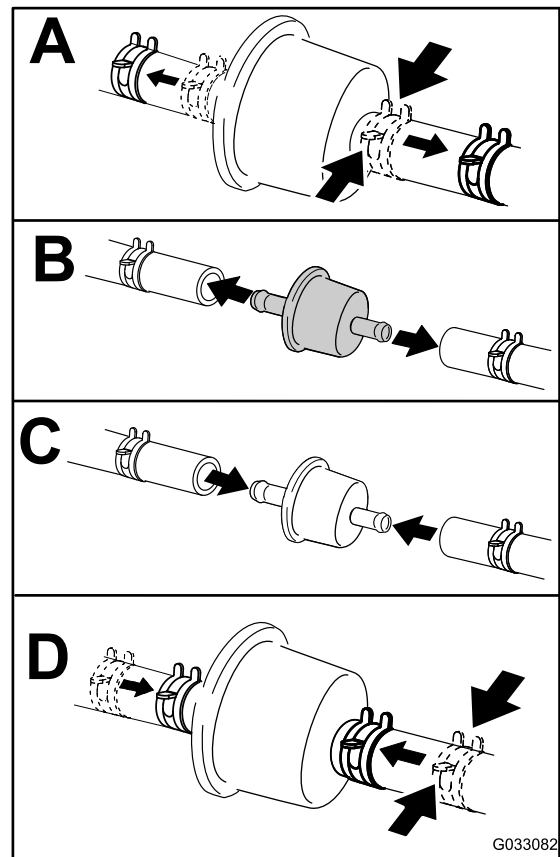

Bild 52
4. Tauschen Sie den Kraftstofffilter aus (Bild 52).